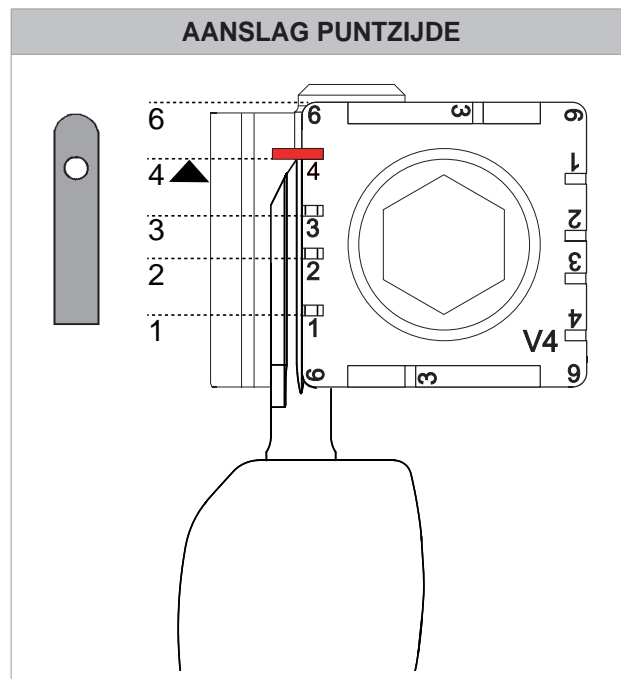

Fig. 92
- Om sleutels met aanslag op de puntzijde te installeren moet u het bijgeleverde plaatje in de voorziene groeven steken (Fig. 92).